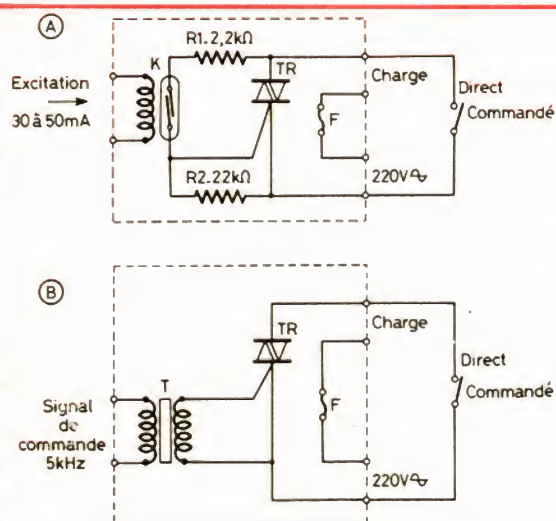

Fig. 5. - Circuits de commande de charge par triac.
Ces circuits, fort simples, sont présentés sur les figures 5 (A) et (B). Ils sont, côté commande, entièrement isolés du secteur et ne nécessitent pas de source auxiliaire de tension. En 5(A), on utilise une commande à relais ILS ali-